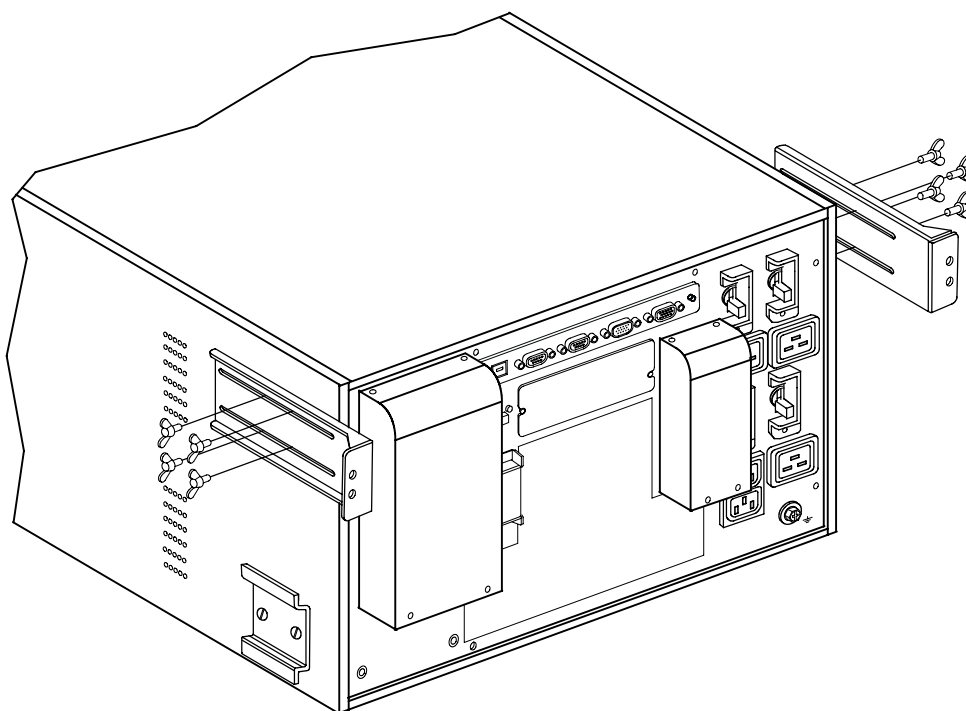

Рисунок 22. Установка дополнительных сейсмостойчивых кронштейнов ИБП
- 16.** При установке дополнительных сейсмостойчивых кронштейнов необходимо совместить два сейсмостойчивых кронштейна ИБП с крепежными отверстиями по сторонам ИБП над задними кронштейнами. Слегка закрепите стойки восемью прилагающимися барашковыми болтами. См. рис. 22.